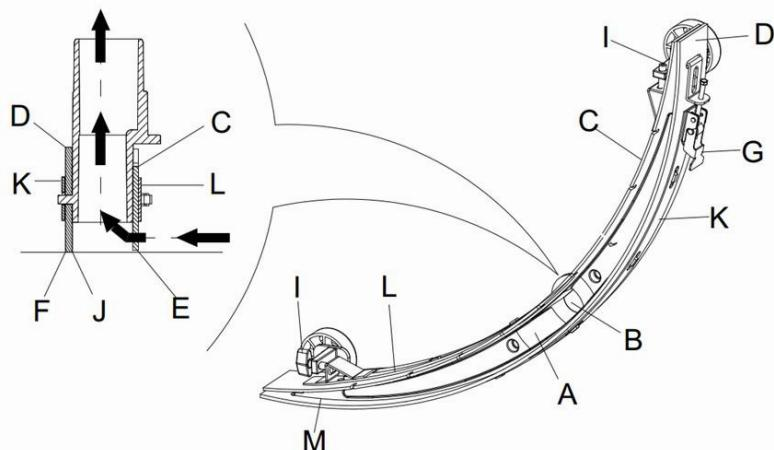

Рисунок 15
2. Нажмите кнопку включения питания (41) и установите позицию “О”, для отключения устройства.
3. Отвинтите фиксированной ручкой (16) щетки; снимите разъем подключения трубы Восстановительного Вакуума и снимите щетку.
4. Используйте ручку для подъема швабры (14).
5. Очистите щетку (Рисунок 15). Очистите пазы (A, Рисунок 15) и остатки грязи с вакуумной трубы. Убедитесь, что переднее лезвие швабры (C) и заднее лезвие швабры (D) целы, и проверьте на наличие сколов и трещин. При необходимости измените их (см. шаги в следующем разделе).
1. После методов, показанных в предыдущем разделе, очистить щетку (Рисунок 15)
2. Проверьте края (E, Рисунок 15) лезвие передней щетки (F) и части лезвий задней щетки (D). Они должны быть на примерно одинаковом уровне по всей длине. В противном случае, отрегулируйте их длину посредством следующем процедуры:
- Ослабьте зажим (G), чтобы задняя щетка (D) отделилась от кронштейна (M) для регулировки положения щетки. После регулировки вновь зафиксируйте зажим.
- Ослабьте винт на ручке (I) для регулировки передних лезвий швабры (C); после регулировки затяните винт вновь.
3. Проверьте, если переднее лезвие щетки (C) и заднее лезвие щетки (D) на предмет наличия сколов и трещин. При необходимости, измените их в соответствии со следующими способами. Проверьте передний край задней щетки (J) на изношенность. Если он изношен, его можно установить задним краем, т.е наоборот (если он не поврежден). Если задний край также изношен, измените его, следуя приведенному ниже:
- Ослабьте зажим (G), чтобы лезвие отделилось от кронштейна (M), снять зажим (K), а затем измените или переверните лезвие (D) наоборот. Установите на задней щетке в обратном порядке.
- Ослабьте винт на ручке (I) и снимите передний зажим (L), а затем замените переднюю щетку(C).